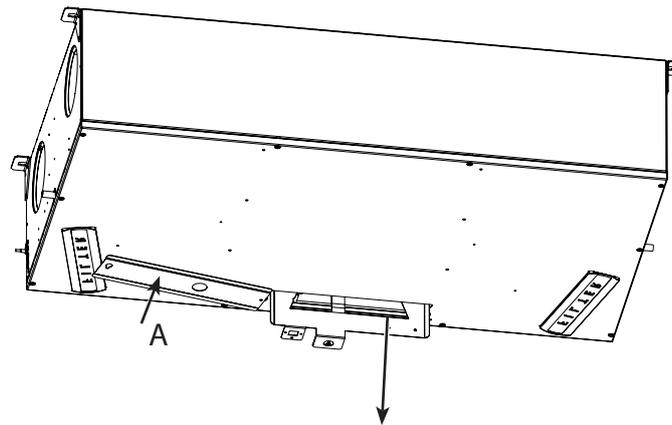

Fig. 22
El controlador integrado dispone de una serie de opciones para conectar equipos externos adicionales. Para acceder al controlador, abra la cubierta de impresión (A) de la unidad girándola completamente como se muestra en la fig. 22 .